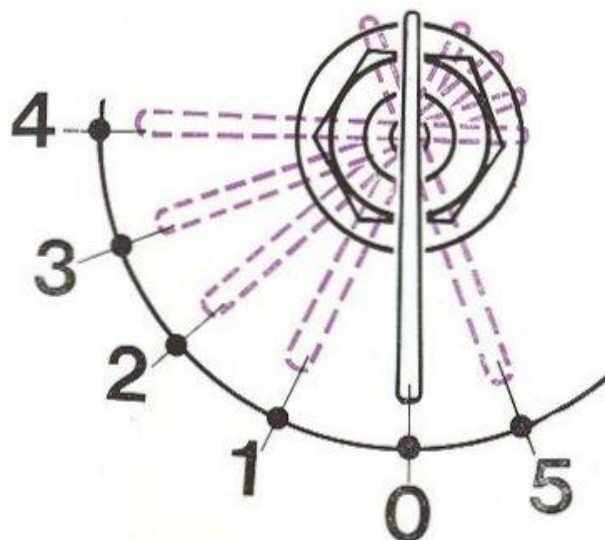

FIG. 4
Dans la mesure où le contacteur général (fig. 4) est au moins en position (1), en appuyant sur le bouton (1) on assure la liaison avec l'avertisseur sonore.